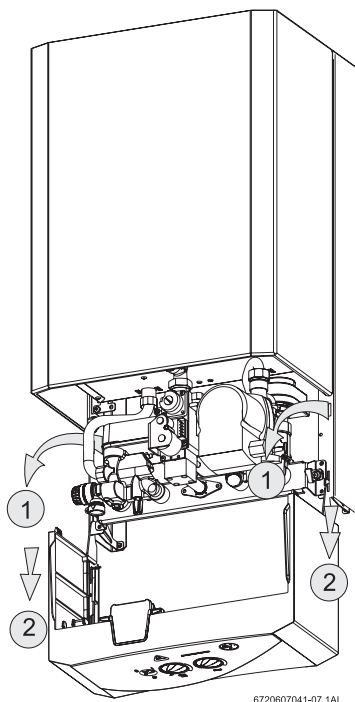

Fig. 14 Posição de serviço para acessibilidade à hidráulica e à electrónica
- ▶ Para retirar completamente o painel de comandos, estando ele posicionado como indicado na Fig. 14, levante e puxe-o na sua direcção.